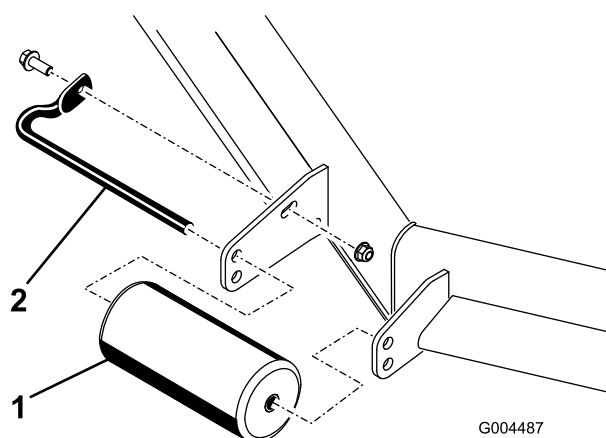

Figure 10
4. Retirez les fixations de chaque galet sur votre tondeuse et montez ou abaissez les galets à votre convenance (Figure 10).